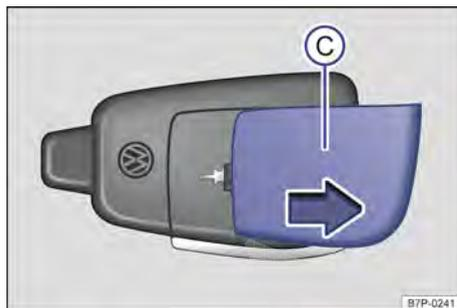

Fig. 132 Aquecimento estacionário: cobertura da bateria do controle remoto.
- Remover a cobertura da bateria no sentido da seta → Fig. 132 (C).